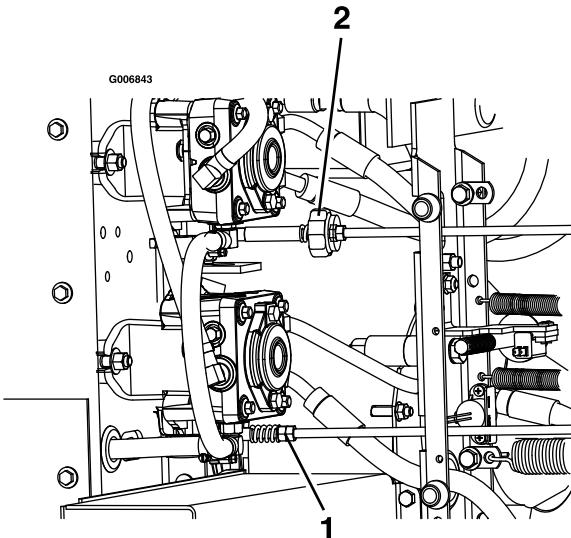

Figura 54
9. Para obtener la posición de PUNTO MUERTO, ajuste los acoplamientos izquierdo y derecho de las varillas de control de la bomba, que conectan el control de dirección a los brazos de control de la bomba, hasta que las ruedas se detengan o se muevan ligeramente hacia atrás (Figura 54).
11. Ajuste el acoplamiento de la bomba derecha usando una llave para girar las tuercas dobles del conjunto (Figura 54).